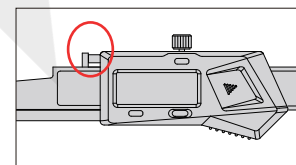

fig.4
--- Tire de la regla, mueva el calibrador cónico hasta el punto de ubicación y pulse el botón cero para establecer cero (fig.4).